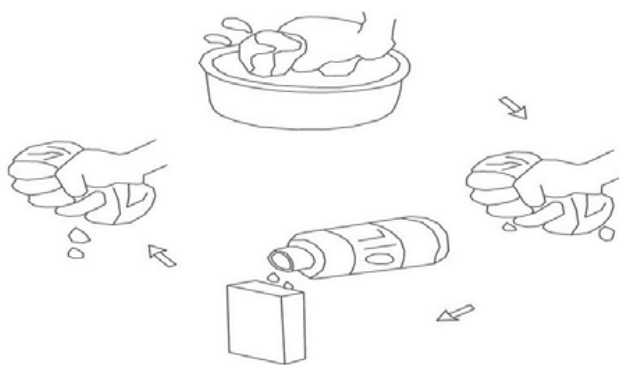

Fig. 5.1
4. Verificați buretele de filtru pentru a vă asigura că este curat și în stare bună. Dacă buretele este murdar, curățați-l așa cum este descris în Fig. 5.1. Înlocuiți buretele dacă este deteriorat